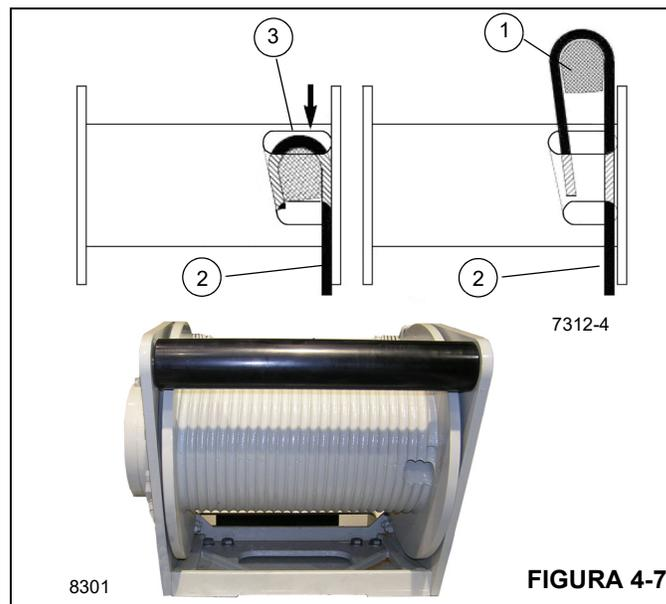

FIGURA 4-7
3. Insira o cabo através da fenda e posicione-o ao redor da cunha de fixação (1, Figura 4-7).